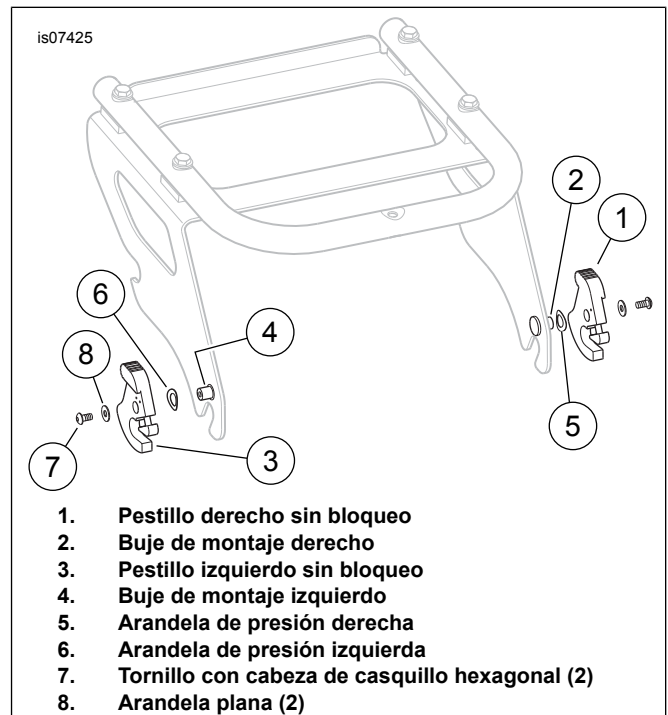
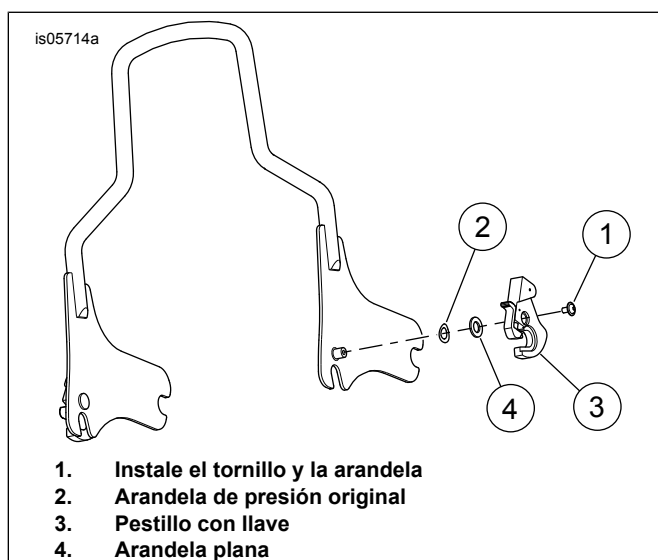
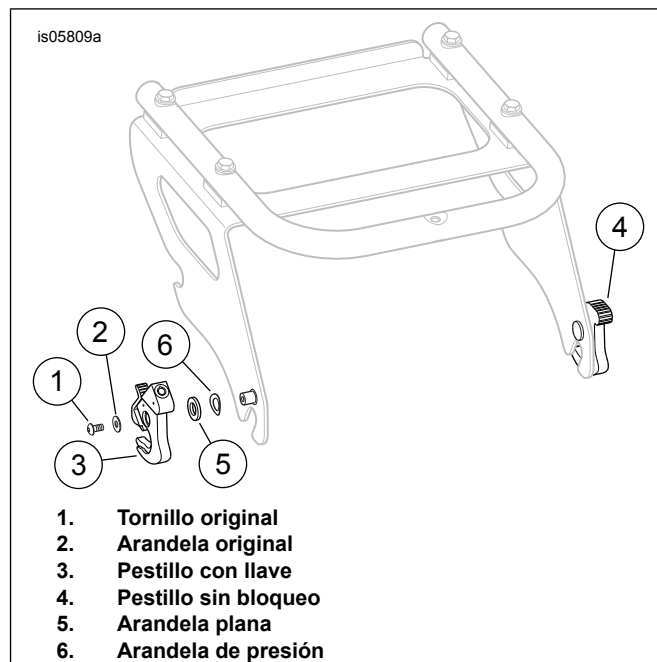
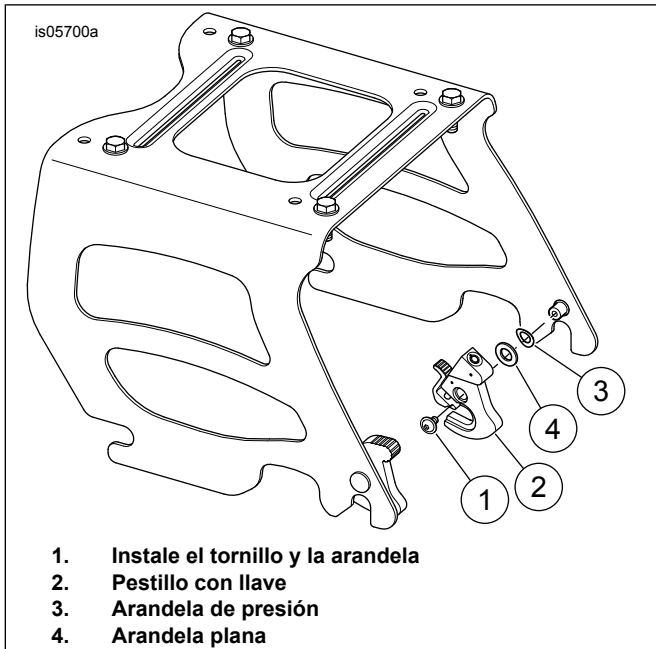

Figura 1. Intercambio de pestillo (Antes de que se muestre la configuración de intercambio)
Figura 3. Instalación exterior derecho
Figura 4. Instalación exterior izquierda
Figura 5. Instalación interior derecha
1. Vea Figura 1 . Retire el pestillo derecho sin bloqueo (1). Deje la arandela de presión derecha (5) en el buje de montaje derecho (2).
2. Extraiga el pestillo izquierdo sin bloqueo (3). Deje la arandela de presión izquierda (6) en el buje de montaje izquierdo (4). Instale el pestillo izquierdo sin bloqueo (3) en el buje de montaje derecho (2).
3. Instale el pestillo derecho sin bloqueo (1) en el buje de montaje izquierdo (4).
Kit de soporte de equipaje para dos personas	Vea la figura 4, instalación externa izquierda, OR Figura 3, Instalación exterior derecho
Rejilla Tour-Pak para dos pasajeros	Vea la Figura 3, Instalación exterior derecha
Kit de soporte de equipaje para una persona	Vea la Figura 3, Instalación exterior derecha
Rejilla Tour-Pak para dos pasajeros	Vea la Figura 1, Intercambio de pestillos Y Figura 5, Instalación exterior derecho
Rejilla de Tour-Pak para un pasajero	Vea la Figura 1, Intercambio de pestillos Y Figura 4, instalación externa izquierda
2. Vea Figura 3 . Instale la arandela de resorte original (2) en el buje de montaje.
1. Vea Figura 4 . Retire el pestillo izquierdo sin bloqueo y deséchelo.
2. Instale la arandela plana (5) del kit sobre la arandela de presión en el buje de montaje izquierdo.
3. Instale el pestillo de bloqueo (3) en el buje de montaje izquierdo con alivio **separado** de la placa lateral.
4. Instale el tornillo (1) y la arandela originales (2).
1. Vea Figura 5 . Retire el pestillo derecho sin bloqueo y deséchelo.
2. Instale la arandela plana (4) del kit sobre la arandela de presión en el buje de montaje derecho.
4. Instale el tornillo y la arandela originales (1).